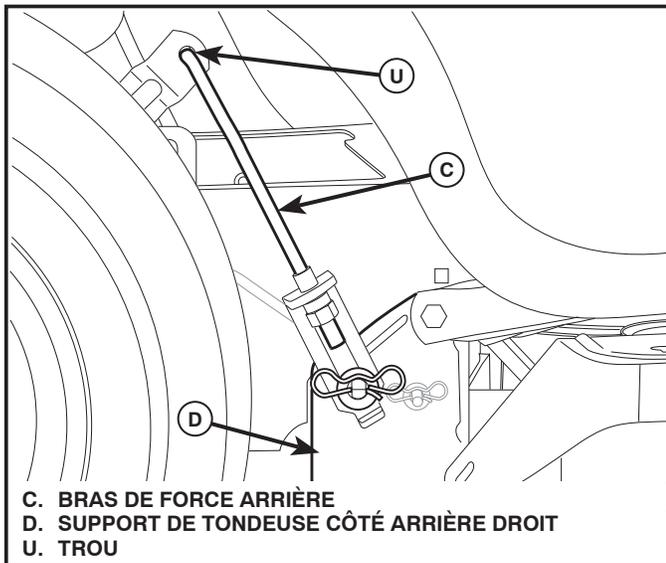

Fig. 34
## 7. ATTACHER LES BRAS DE FORCE ARRIÈRE (C) (Voir la Fig. 34)
- Insérer l'extrémité de la tige du bras de force arrière (C) dans le trou (U) du bras de suspension d'arbre et pivoter le bras vers le bas de la tondeuse.
- Lever le coin arrière de la tondeuse et placer la fente dans le bras sur la goupille sur le support arrière de la tondeuse (D) et fixer avec une grande rondelle et un grand ressort de retenue.